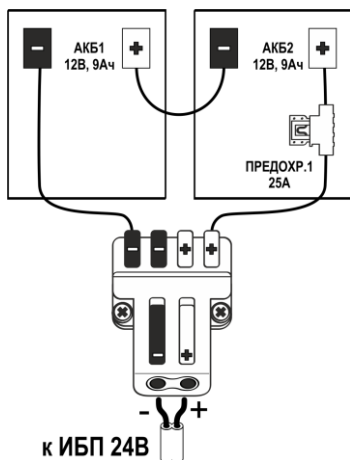
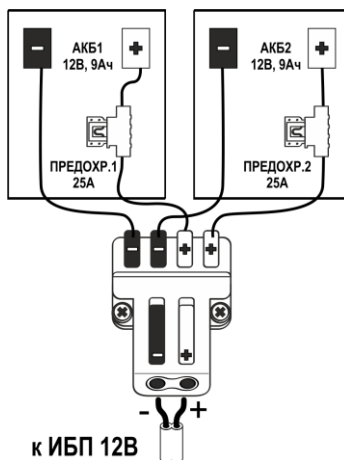

Рис. 2.1.
Рис. 2.2.
**В корпусе изделия** размещены два свинцово-кислотных необслуживаемых аккумулятора ёмкостью 9Ач, напряжением 12В постоянного тока, соединенных последовательно набором съёмных перемычек и защищенных плавким предохранителем 25А для питания ИБП 24В (см. Рис. 2.1, раздел ПОДКЛЮЧЕНИЕ). Для ИБП 12В применяется параллельное подключение АКБ. В этом случае устанавливается 2 плавких предохранителя 25А (см. Рис. 2.2, второй предохранитель и дополнительные перемычки в комплект поставки не входят).
- Проверьте правильности подключения и полярность перемычек АКБ (согласно схемы на Рис. 2.1 (для ИБП 24В) или Рис. 2.2 (для ИБП 12В))
- Установите новые АКБ и подключите к их клеммам перемычки АКБ в соответствии со схемой соединений (см. Рис. 2.1 или Рис. 2.2), соблюдая полярность;